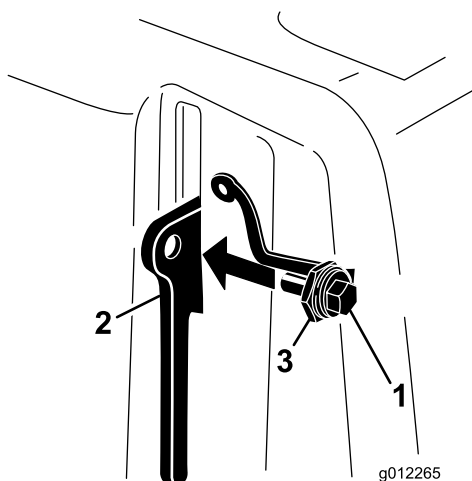

Figura 18
3. Introduceți șurubul în maneta de blocare (Figura 18).